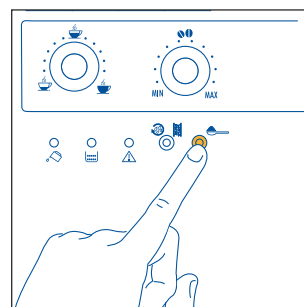

Fig.18
1. Premere il tasto  per selezionare la funzione caffè pre-macinato (fig. 18). La spia all'interno del tasto si accende per indicare che la funzione è stata selezionata ed è stato escluso il funzionamento del macinacaffè.